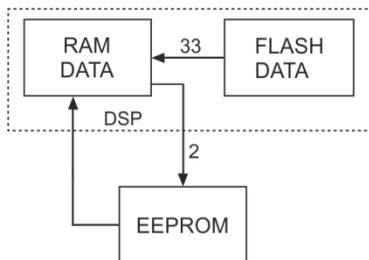

Рисунок 10 – Структура памяти
3. Запись в память. При включении питания, меню параметров загружается из внешней EEROM во внутреннюю RAM память (Рисунок 10). При изменении параметров, происходит их модификация только в RAM памяти, чтобы сохранить их в энергонезависимый EEPROM нужно ввести код «2». Для восстановления заводских установок вводится код «33».